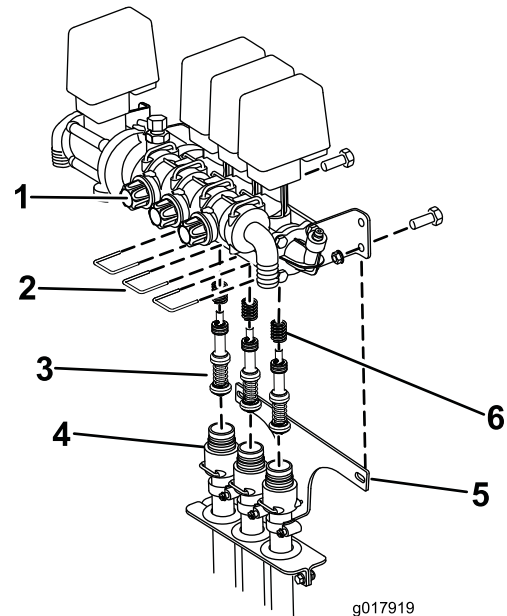

Figura 75
- B. Retire las 3 horquillas que sujetan los asientos de las válvulas al conjunto de las válvulas (Figura 75).
- C. Retire los 2 tornillos y las 2 tuercas que sujetan el soporte de las mangueras al bastidor del pulverizador (Figura 75). Baje las mangueras del conjunto de las válvulas.
- D. Usando una llave Allen de 3 mm, retire los tornillos que sujetan los pistones en el conjunto de las válvulas. Asegúrese de guardar los muelles de la válvula (Figura 75).